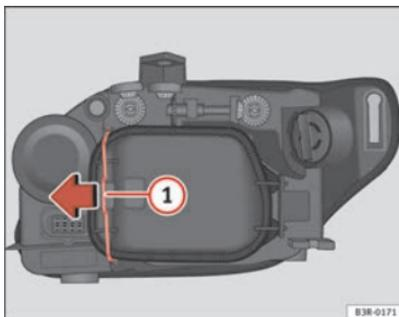

Abb. 212 Standlicht (Fahrzeugaußenseite)
- Den Spanner ⇒ Seite 281, Abb. 212 ① in Pfeilrichtung bewegen und den Deckel abnehmen, indem zuerst die Seite des Spanners und danach die beiden Laschen des anderen Endes des Deckels abgenommen werden.